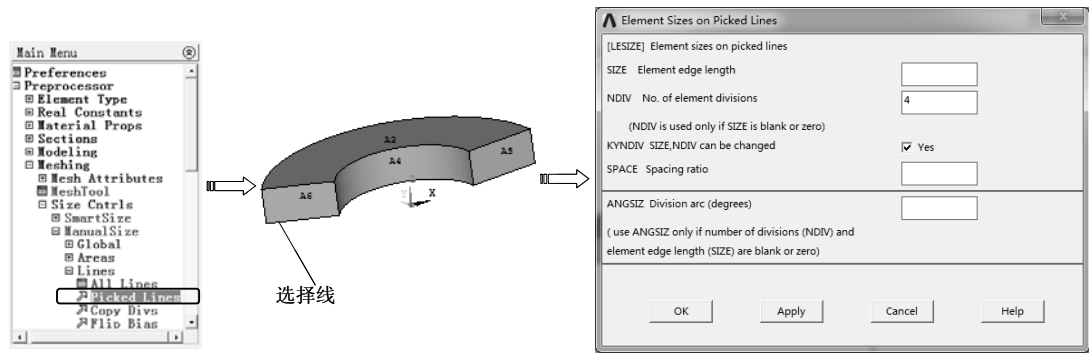

图 3-70 设置边单元分段数
7) 对源面进行网格划分设置。选择“Main Menu>Preprocessor>Meshing>Size Cntrls>Manual Size>Picked Line”命令，弹出选择图形对话框，选择图 3-70 所示的线，单击“OK”按钮，在“Element Sizes on Picked Lines”对话框中设置为4段。